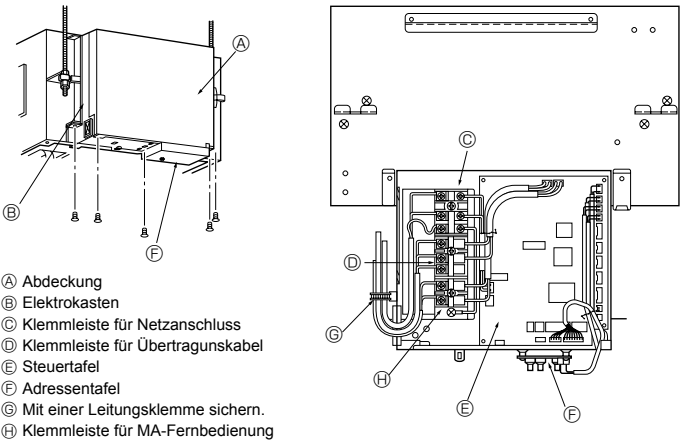

Abb. 4-1
4.1. Elektrische Verdrahtung (Abb. 4-1)